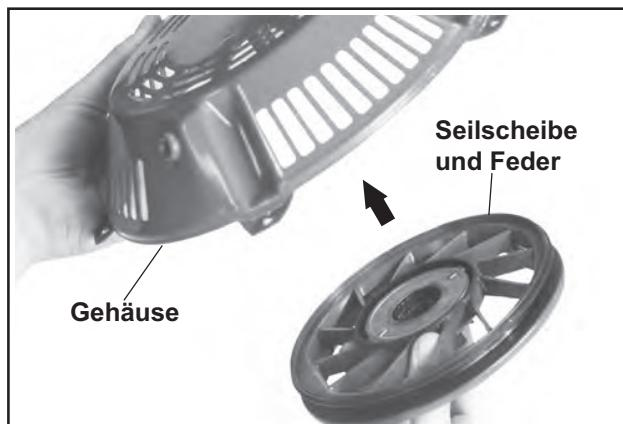

Abbildung 7-8. Installation der Seilscheibe und der Feder im Gehäuse.
2. Die Seilscheibeneinheit im Anlassergehäuse anbringen. Siehe Abbildung 7-8. Sicherstellen, dass die Seilscheibe am Anlassergehäuse anliegt. Die Seilscheibe und die Rückzugsfeder noch nicht drehen.